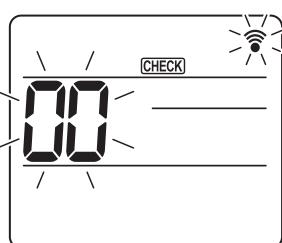

Fig. 6-16
- **[CHECK]** (VERIFICAR) acende e "00" pisca. (Fig. 6-16)